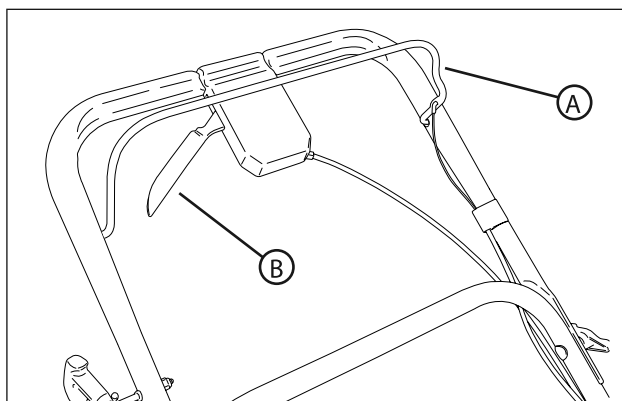

Рис. 4. Рычаги управления косилкой
2. Проверьте, свободно ли двигаются рычаг управления ножом (А, рис. 4) и рычаг управления приводом колес (В).